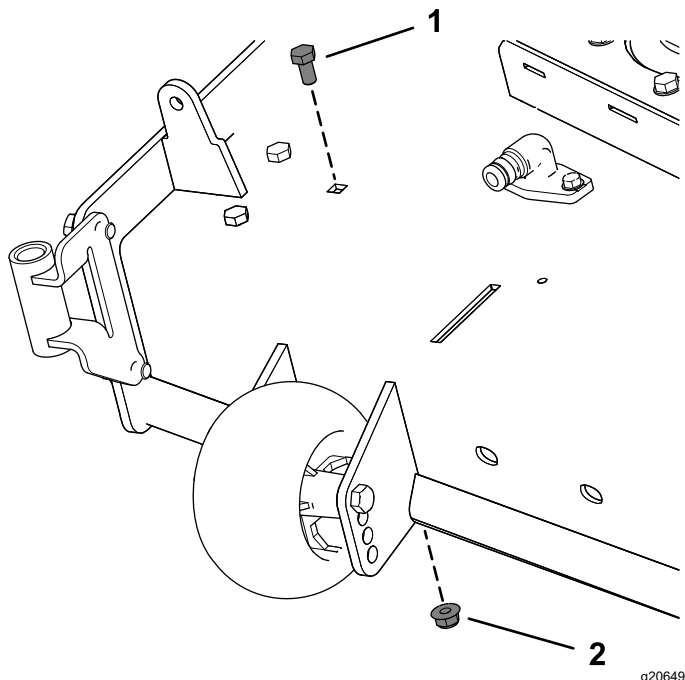

Figura 8
2. Rimuovete il bullone e il dado preesistenti dal piatto di taglio (Figura 8).
Per i piatti di taglio da 137 cm, rimuovete il bullone e il dado come illustrato nella Figura 8.